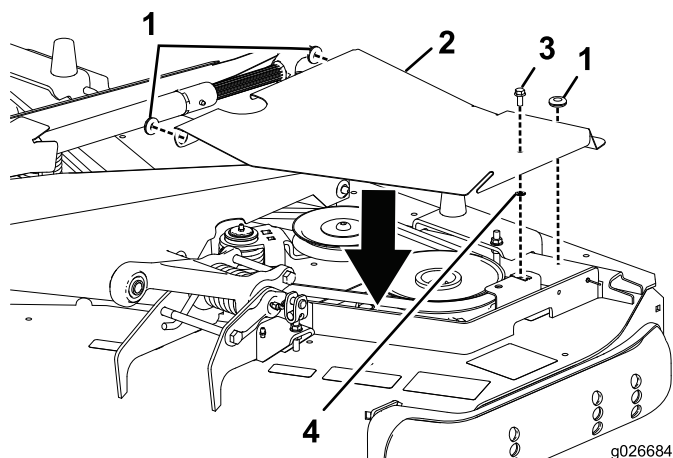

Figura 10
1. Inserite un gommino in ciascuno dei 3 fori nel coperchio del piatto sinistro (Figura 10).
2. Montate la vite esagonale flangiata e il dado in gabbia sul coperchio (Figura 10).
4. Fissate il coperchio al dado di fissaggio esistente sul piatto con la vite esagonale flangiata precedentemente installata (Figura 10).